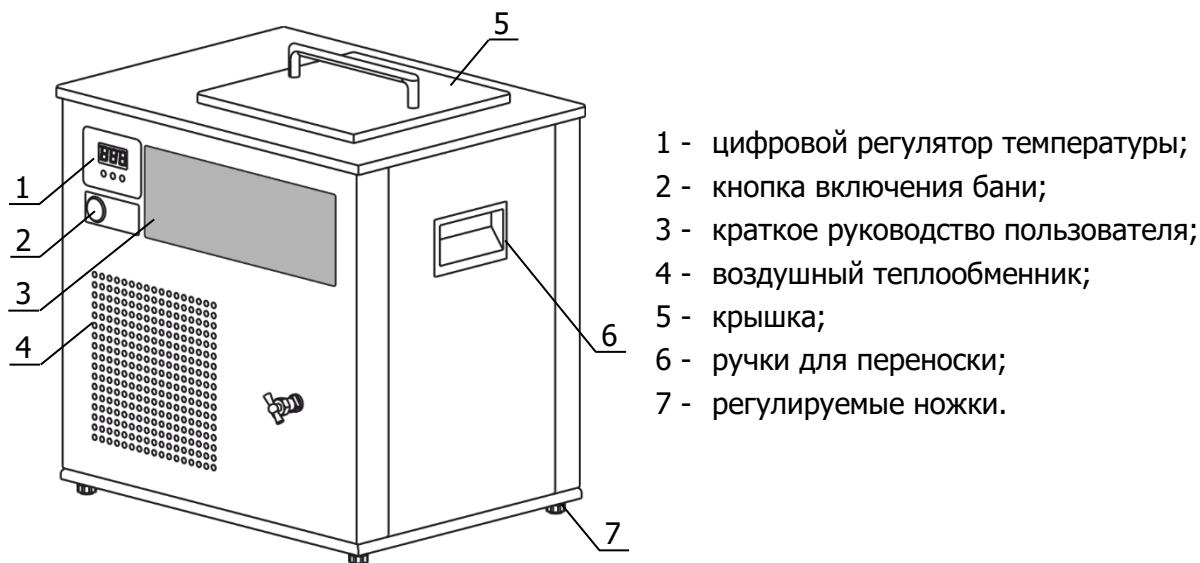
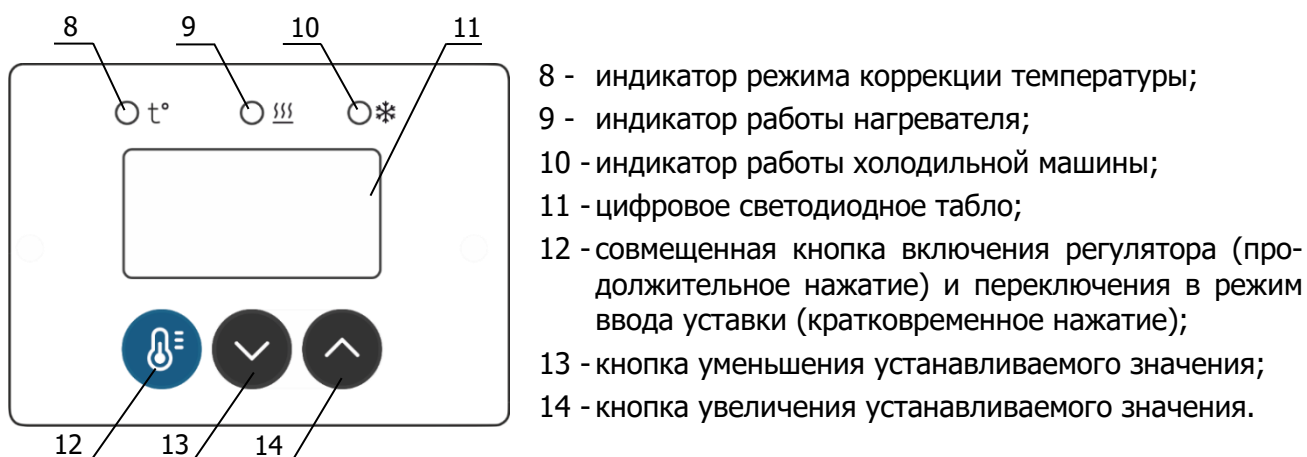
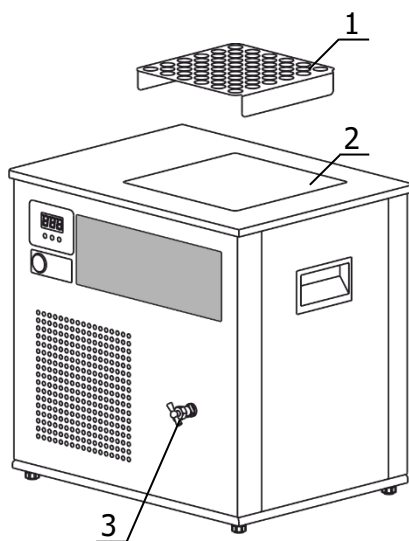

Рисунок 1 — Внешний вид бани
Рисунок 2 — Лицевая панель регулятора
Рисунок 3 — Подключение бани
1.4.2 Работа бани заключается в поддержании заданной температуры теплоносителя, циркулирующего в рабочем объеме, посредством его нагрева и охлаждения. Управление процессами нагрева и охлаждения осуществляется с помощью регулятора температуры 1 (рисунок 1).
2.2.2 Установить баню на горизонтальную поверхность. Добиться горизонтального положения крышки бани вращением ножек 7 (рисунок 1). Установить извлекаемое дно 1 (рисунок 3).
2.2.5 Подключить сетевой кабель бани к питающей сети, нажать кнопку 2 (рисунок 1), при этом должен заработать насос. При работе насоса должна наблюдаться циркуляция воды.
2.2.6 После нажатия кнопки 2 (рисунок 1), регулятор температуры находится в режиме ожидания. В этом режиме светодиодное табло 11 (рисунок 2) погашено, индикатор 8 мигает, регулятор температуры не реагирует на органы управления, за исключением кнопки включения 12.
2.3.1 Для изменения температуры регулирования кратковременно нажать кнопку 12 (рисунок 2). Регулятор температуры переключится в режим ввода уставки и начнет мигать табло 11, на котором отображается текущее значение установленной температуры регулирования.
2.4.2 Регулятор включает или отключает холодильную машину в зависимости от значения уставки. О включении холодильной машины регулятором сигнализирует индикатор 10 (рисунок 2).
2.4.5 После завершения работы сначала выключить регулятор температуры нажатием кнопки 12 (рисунок 2), а затем, спустя 1–2 минуты, отключить баню кнопкой 2 (рисунок 1). Такая последовательность необходима для корректного отключения холодильной машины.
- одновременно нажать и удерживать кнопки 12 и 14 (рисунок 2) в нажатом состоянии до мигания индикатора 8. На светодиодном табло отобразится значение текущей коррекции. Если коррекция не проводилась, то это значение равно нулю;
- одновременно нажать и удерживать кнопки 12 и 13 (рисунок 2) в нажатом состоянии до появления на табло 11 значения пропорционального коэффициента регулятора. Коэффициент выводится на табло с префиксом 'P' (рисунок 4);
2.7.2 Надеть сливной шланг из комплекта поставки на сливной кран 3 (рисунок 3). Свободный конец шланга опустить в емкость для сбора воды достаточного объема.